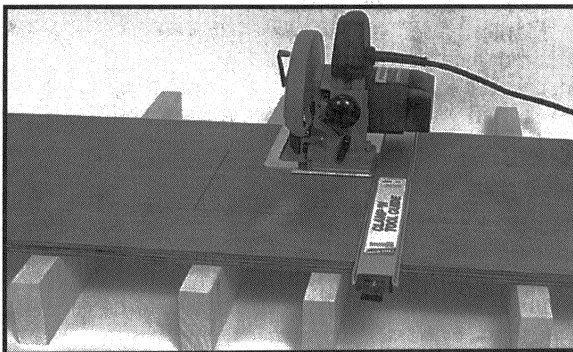

Fig. 10
**ADVERTENCIA: CUIDESE CONTRA LOS CONTRAGOLPES.** El contragolpe o reculada ocurre cuando la madera pellizca el disco (la hoja) y la sierra rechaza (brinca) hacia el operario. Mantenga su cuerpo a un lado del disco. Manténgase alerta y sujete firmemente la sierra para mantener el control. Suelte el gatillo interruptor inmediatamente si la madera empieza a agarrar (pellizcar) el disco o si la sierra empieza a pararse. Mantenga los discos bien afilados. Sostenga los paneles (tableros) como está ilustrado en la Fig. 10. Siempre use una guía lateral al cortar al hilo. **NO DEBE** forzar la herramienta. **NO LEVANTE** la sierra de la madera mientras el disco esté girando.
Para hacer cortes más anchos, como los que se pueden hacer en un tablero (panel) grande o una pieza grande de madera contrachapada (triplay), puede sujetar una tablita (tablilla) de guía a la pieza en elaboración con clavitos o grapas como está ilustrado en la Fig. 10. **TOME NOTA:** La profundidad del corte tiene que ajustarse tomando en cuenta lo grueso de la tablita de guía.